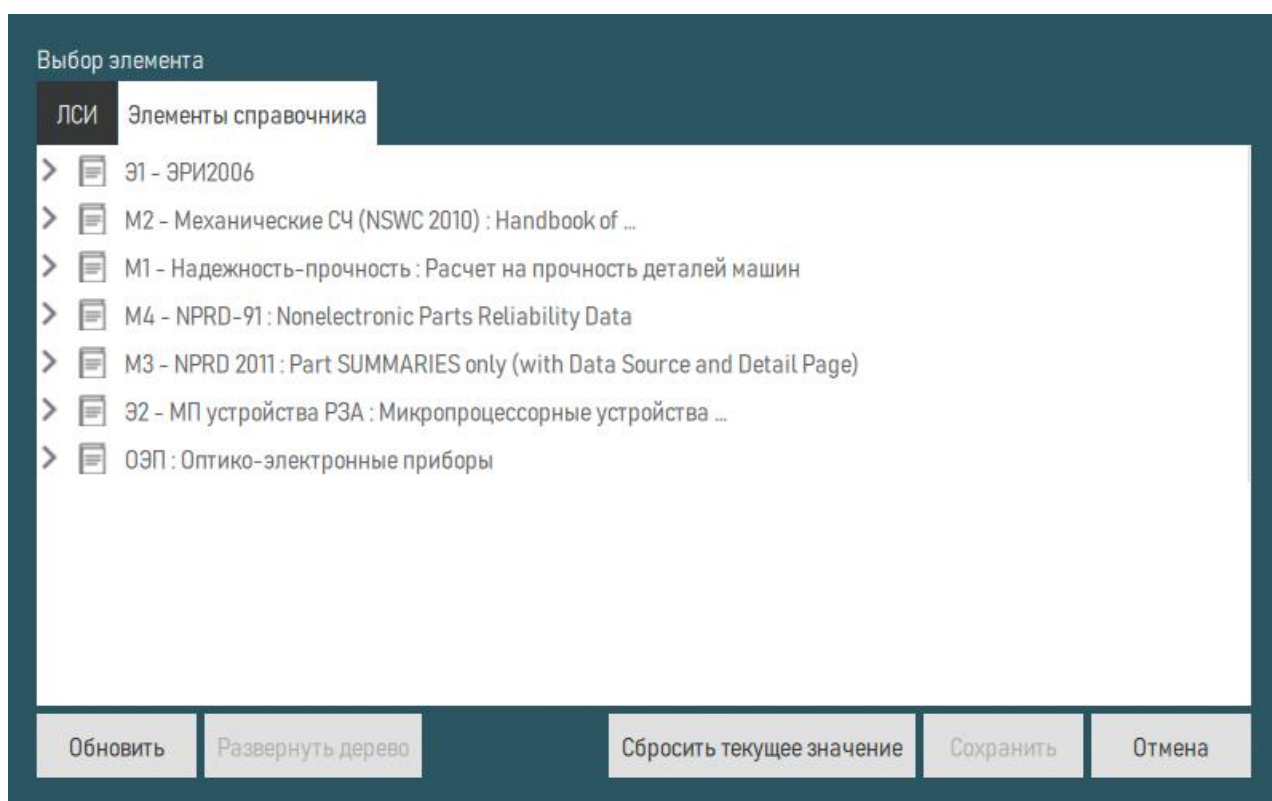

Рисунок 136 – Окно «Выбор элемента»
9) В открывшемся окне «Выбор элемента» отображаются элементы ЛСИ и/или элементы справочника (рисунок 136).
6) В открывшемся окне «Выбор элемента» отображаются элементы ЛСИ и/или элементы справочника (см. рисунок 136). Выбрать элемент и нажать кнопку «Сохранить».